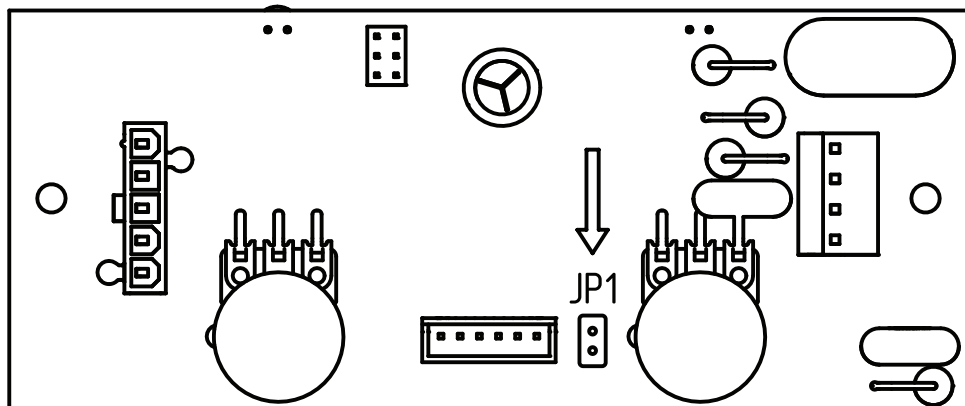

Рис.4 Плата пульта управления
2. Замкните выводы перемычки JP1 (**Рис.4**) на плате управления и включите электропитание;